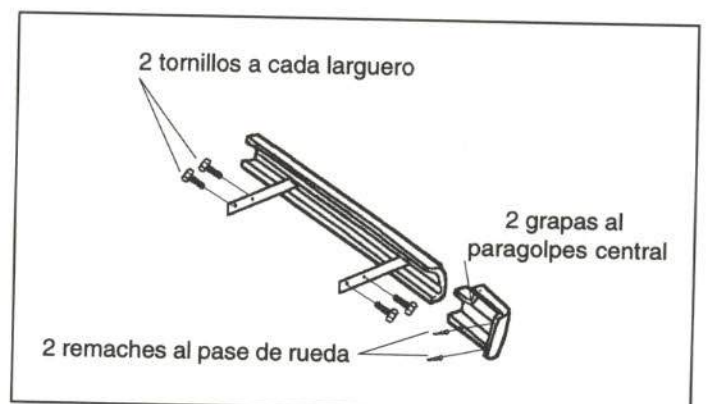

Figura 53.- Unión del paragolpes trasero
El paragolpes trasero va atornillado a la carroería tal y como se muestra en la figura 53.
- Paragolpes (figura 53)
- Paragolpes trasero (figura 53)